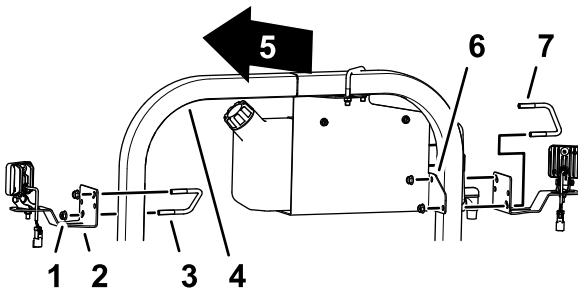

图 5
2. 如图 5 所示用步骤 1 中卸下的 U 形螺栓 $\frac{3}{8}$ x $3\frac{1}{2}$ x 2-13/16 英寸和凸缘锁紧螺母 $\frac{3}{8}$ 英寸将 LED 灯和支架安装到 ROPS 管和清水箱支架上。
3. 在 ROPS 管的另一侧用 U 形螺栓 $\frac{3}{8}$ x $3\frac{1}{2}$ x 2-13/16 英寸和凸缘锁紧螺母 $\frac{3}{8}$ 英寸将后工作灯套件的 LED 灯和支架安装到 ROPS 管上 图 5。
1. 在 ROPS 左侧卸下将清水箱支架固定至 ROPS 管的 U 形螺栓 $\frac{3}{8}$ x $3\frac{1}{2}$ x 2-13/16 英寸和凸缘锁紧螺母 图 5。